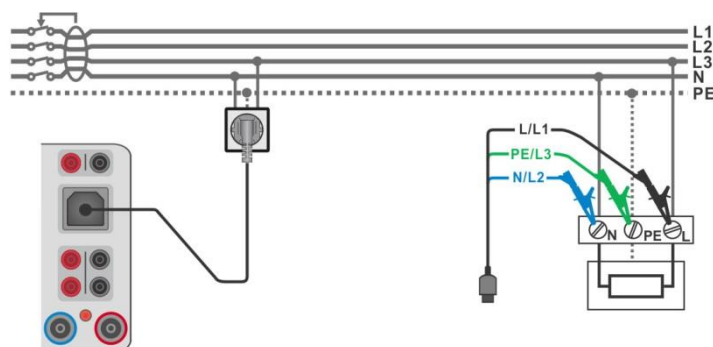

Abbildung 6.84: Z Auto Messung Verbindungen
- ▶ Verbinden Sie das 3-drahtige Prüfkabel oder das Steckerprüfkabel mit dem zu prüfenden Objekt, siehe **Abbildung 6.84**.